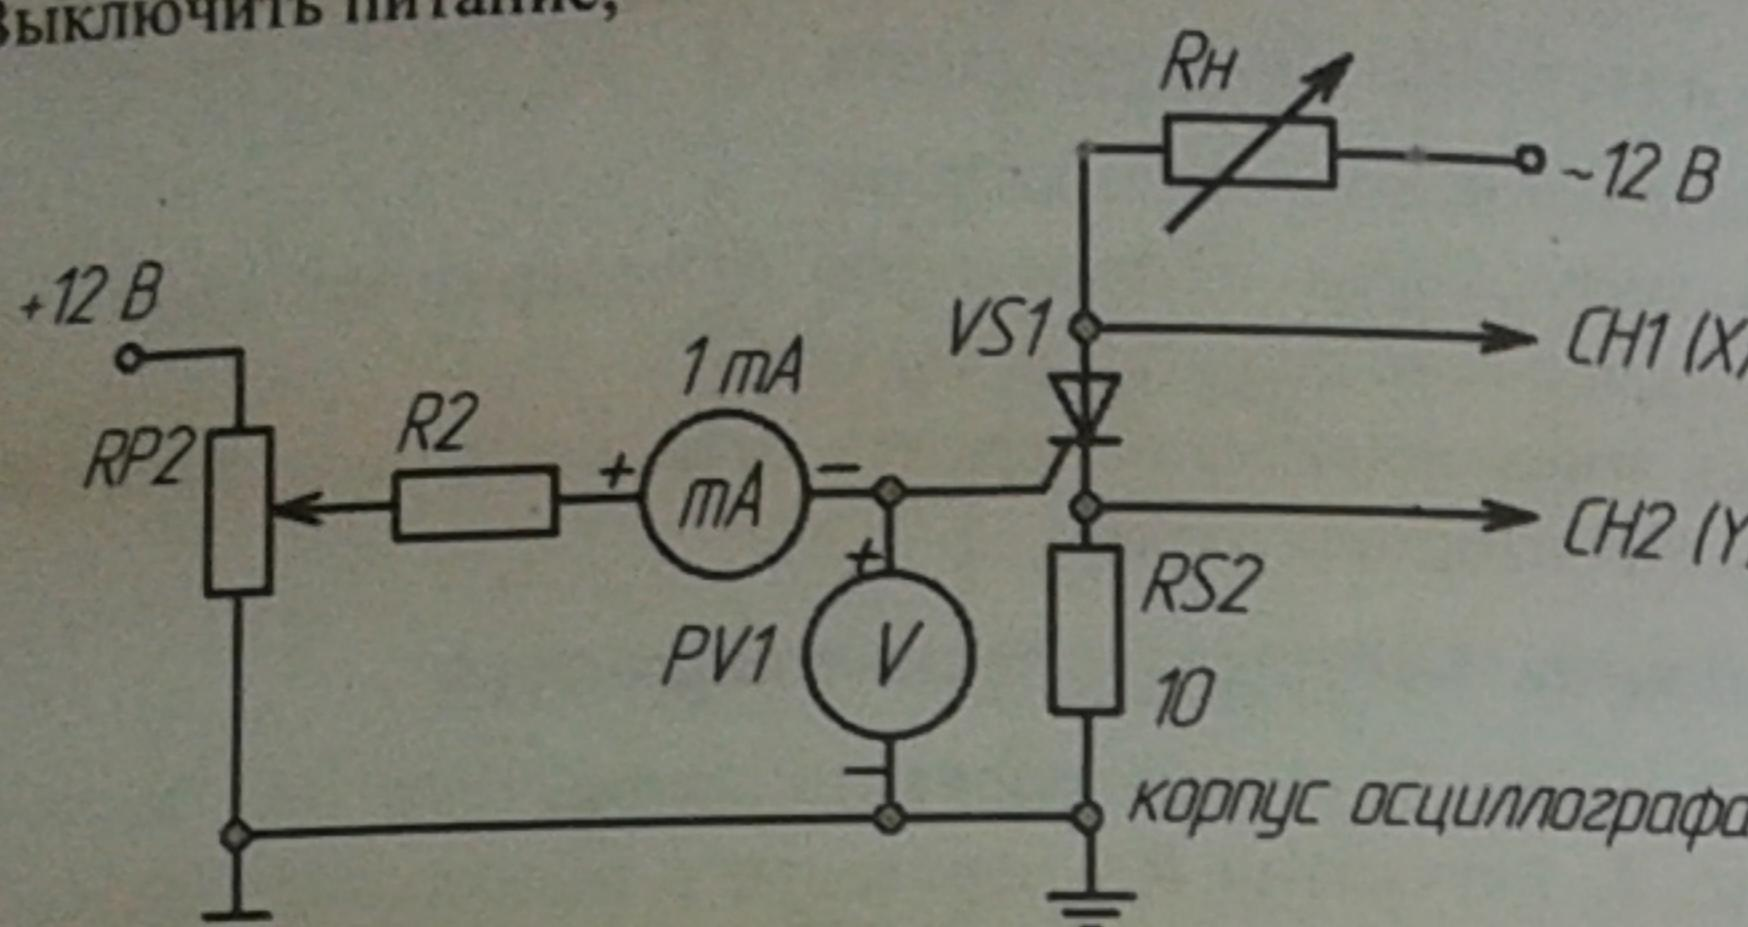

Рис. 2
- собрать схему для исследования тиристора на переменном токе для получения анодной ВАХ тиристора на экране осциллографа (рис. 2). Подать на вход  $CH2$  ( $Y$ ) осциллографа напряжение с шунта  $RS2$ , пропорциональное току в анодной цепи  $i_a$ , а на вход  $CH1$  ( $X$ ) – анодное напряжение тиристора  $U_a$  (при этом
г) используя схему, приведенную на рис.2, снять анодную ВАХ симистора при импульсах от СИФУ, при этом используется выход VS3, подключаемый к управляемому электроду симистора. Для этого подключить входы осциллографа к соответствующим точкам схемы: вход канала  $CH1 (X)$  – к аноду симистора, канал  $CH2 (Y)$  – к катоду симистора (напряжение на симисторе), снимая тем самым ток